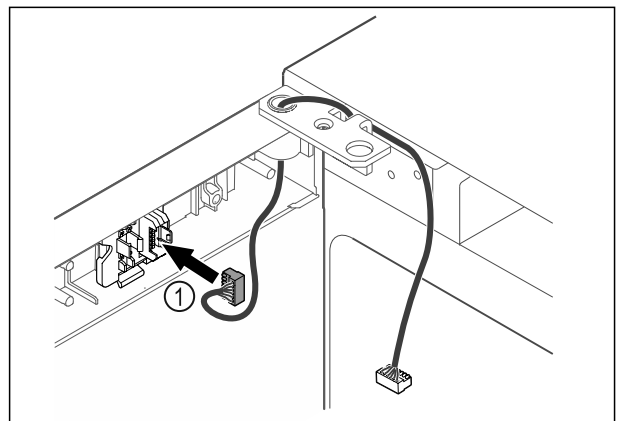

Fig. 45
- ▶ Stekker Fig. 45 (1) in stekkerhouder steken.